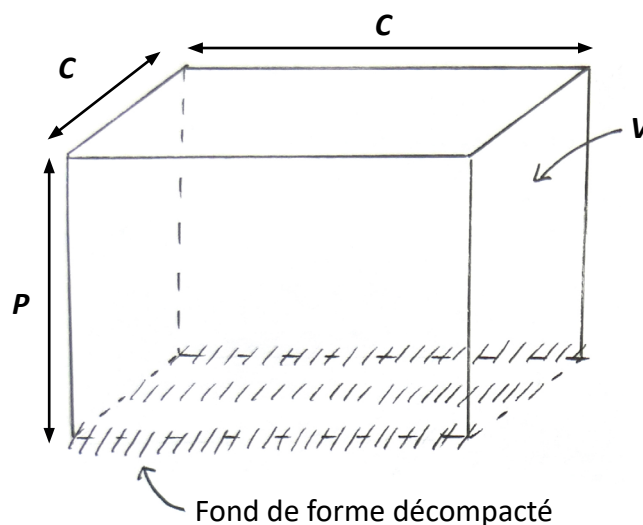

Figure 5 – Dimensions de la fosse de plantation pour des fosses individuelles, la hauteur de l'arbre à l'âge adulte dépend de son espèce
Dans le cas d'une fosse individuelle, le volume (V) de la fosse préconisé est détaillé dans la figure 5. Il est adapté à la taille de l'arbre et dépend de l'espèce. La profondeur de la fosse (p) optimale est de 1,5m, la profondeur minimale est présentée dans la figure 5.
La forme de la fosse peut varier selon les contraintes de l'espace. Dans le cas d'une fosse individuelle sa surface peut être carrée ou allongée. Les côtés de la fosse doivent atteindre une longueur minimale (c), détaillée dans la figure 5.
L'ouverture de la fosse visible ne correspond pas forcément à sa taille réelle ; lorsqu'un site est contraint et qu'un usage cohabite avec la plantation d'arbre, il est possible de refermer une partie de la fosse en utilisant **une dalle de répartition**. La longueur minimale de l'ouverture correspond à la longueur c décrite dans la figure 5.